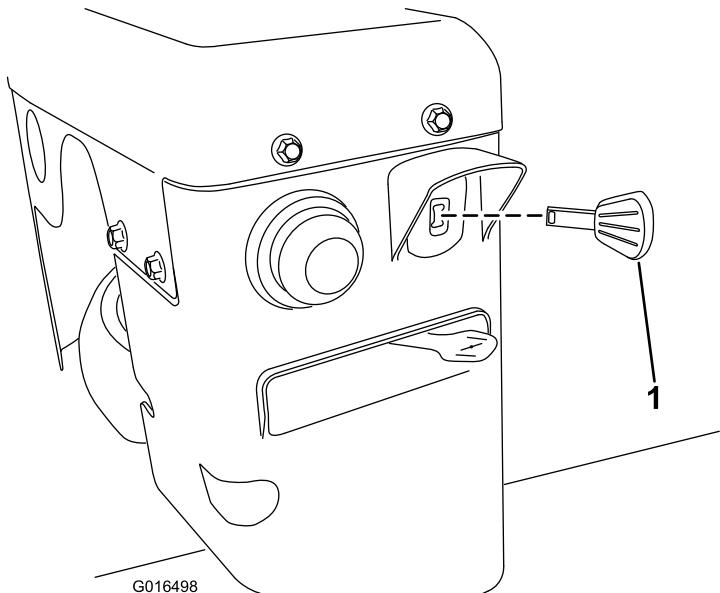

Figure 29
3. Insérez la clé de contact à fond (Figure 29).